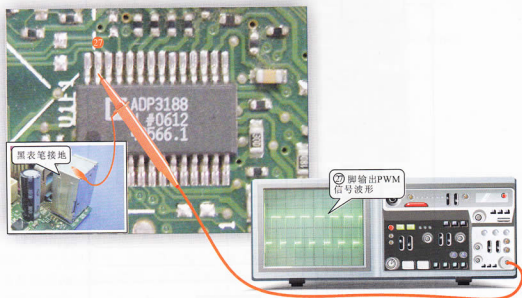

图4-12 主电源管理芯片输出电压信号波形的检测
(2) 首先用示波器分别检测主电源管理芯片ADP3188 ②4、②5、②6、②7脚输出的PWM信号,正常情况下电源管理芯片ADP3188输出的PWM信号波形如图4-12所示。